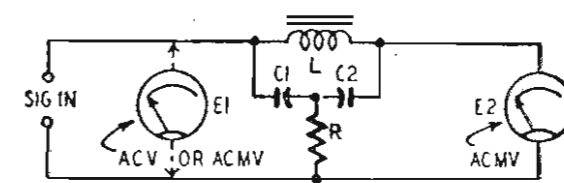

Fig. 1 — Circuito fondamentale per la misura della distorsione totale, costituito essenzialmente da un filtro a T.
Il circuito fondamentale per la misura della distorsione usato su ampia scala è illustrato in fig. 1. Si tratta di un filtro a T e su esso è basato il distorsiometro descritto in questo ar-
2) L'induttanza L (fig. 1) deve avere un Q più elevato di quanto normalmente è richiesto per le impedenze di filtro. Se il Q di questa induttanza non è sufficientemente elevato le armoniche vengono attenuate e lo strumento non dà più l'esatta misura della distorsione.